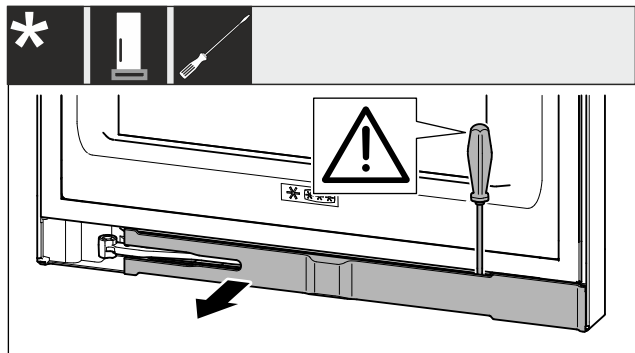

Fig. 3
- ▶ Atbrīvojiet aizsegu ar plakano skrūvgriezi un pagrieziet uz sāniem Fig. 3 ().